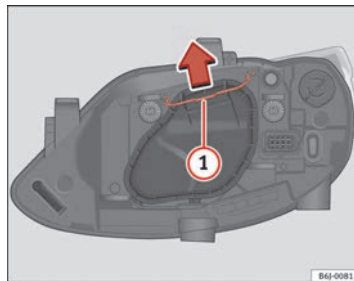

Fig. 148 Feu de croisement/de route projecteur simple
- Déplacez le tirant ⇒ fig. 148 **1** dans le sens de la flèche puis retirez le cache.
- Déplacez le tirant ⇒ fig. 148 ① dans le sens de la flèche puis retirez le cache.